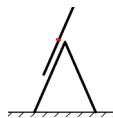

Bild 1 – Kombinationsstege i fristående läge med förlängningsstege högst upp
- För aldrig ut den översta stege i en stege i tre sektioner i A-läget så att den röda pinnen (eller den 4:e stegpinnen uppifrån) är längre ut än gångjärnspunkten (bild 1).
- Klättra aldrig upp högre än till gångjärnspunkten på en stege i tre sektioner i A-läget (bild 1).